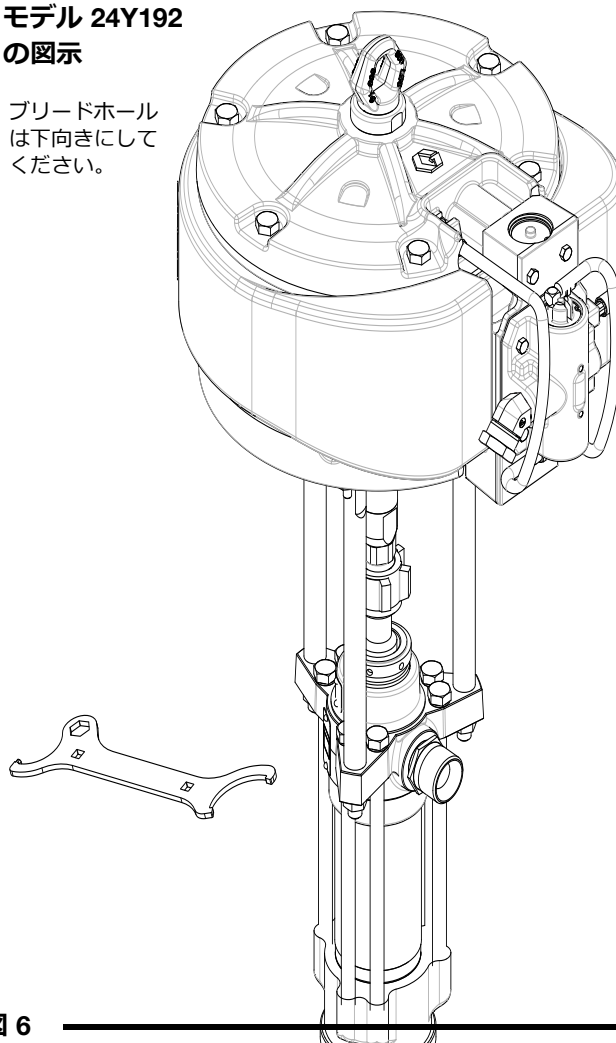

図 6
パッキンナット/ウェットカップ (3) を Graco スロートシール液または適合溶剤で 1/3 満たします。図 6 を参照してください。付属のレンチ (104) を使用して、ぴったり合うように毎週パッキンナットを調整します。締めすぎないでください。左の **圧力開放手順** に従ってください。
4. ポンプが液体の吸込みに失敗した場合、ブリーダバルブプラグ (35) を僅かに開きます。バルブ本体 (34) の下側にあるエア抜き穴を、液体が穴から出てくるまで、吸込みバルブとして使用します。図 6 を参照してください。プラグ (35) を閉めます。
**注:** 既に液体の吸込みを済ませたホースとガンと共に液体容器を変更する際、ブリーダバルブプラグ (35) を開いて、液体がホースに入る前に、ポンプへの液体の吸込みおよびエアの排出を支援します。すべてのエアの排出が完了したらブリーダバルブを閉めます。
- ポンプが液体の吸込みに失敗した場合、ブリーダーバルブプラグ (35) を僅かに開きます。本体 (34) の下側にあるエア抜き穴を、液体が穴から出てくるまで、吸込みバルブとして使用します。図 6 を参照してください。プラグ (35) を閉めます。
**注:** 既に液体の吸込みを済ませたホースとガンと共に液体容器を変更する際、ブリーダーバルブプラグ (35) を開いて、液体がホースに入る前に、ポンプへの液体の吸込みおよびエアの排出を支援します。すべてのエアの排出が完了したらブリーダーバルブを閉めます。
- ポンプのスピードおよび液圧を制御するには、液体圧力ゲージ (F) および流量制御バルブ (G) を使用します。良好な結果を得るために、可能な限り低いオイル流量と油圧を使用してください。高い圧力のエアを使用すると、チップ/ノズルやポンプの早期摩耗の原因となります。